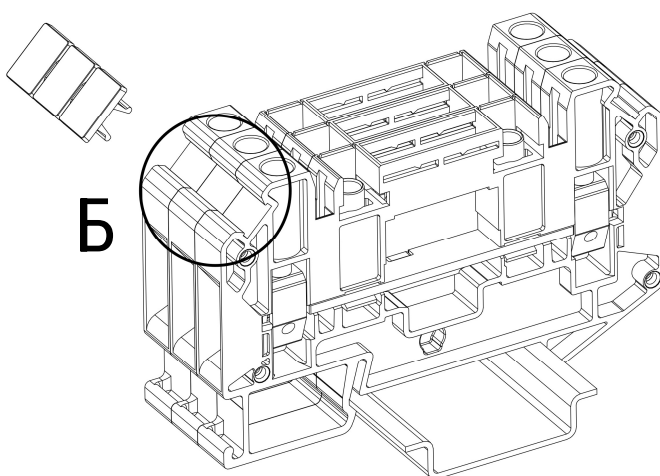
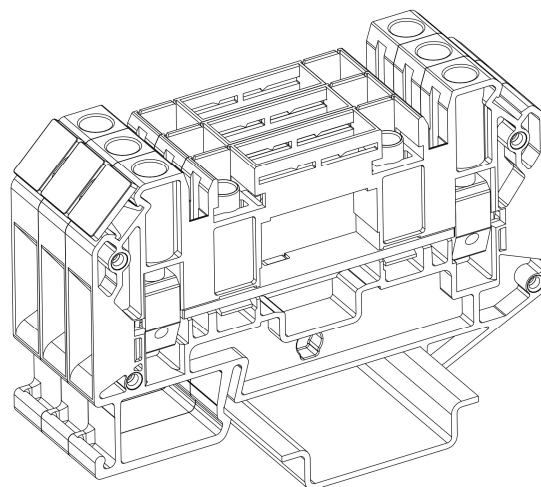

Рисунок 69 - установка маркировочной полосы ПМК
Рисунок 70 - установленная маркировочная полоса ПМК
- Для установки маркировочной полосы ПМК вдавите ее в отмеченные пазы клемм (рис. 69, «Б»; рис. 70).